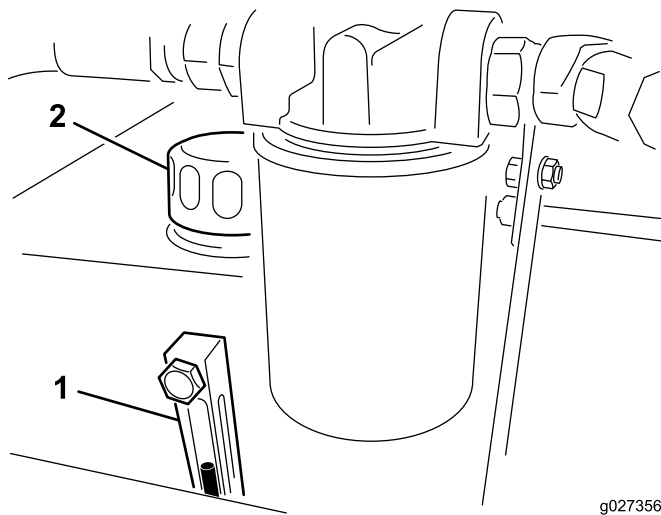

Figura 6
2. Verifique o nível do fluido no indicador (Figura 6). Se o fluido estiver até meio do indicador, o nível é suficiente.